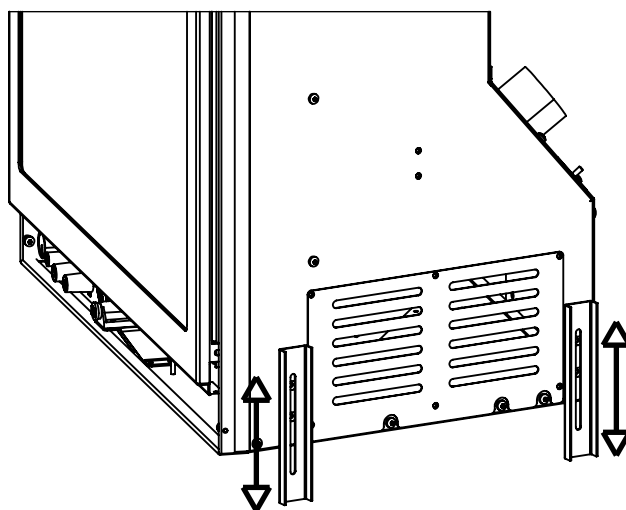

Figure 27: Les Pieds de Nivellement
8. L'aide d'un tournevis T20, ajuster les pieds de nivellement pour s'assurer que l'appareil est de niveau et suffisamment élevée si un préalable de base et / ou colonne montante doit être installé. Il ya deux (2) pieds de nivellement de chaque côté (voyez figure 27).